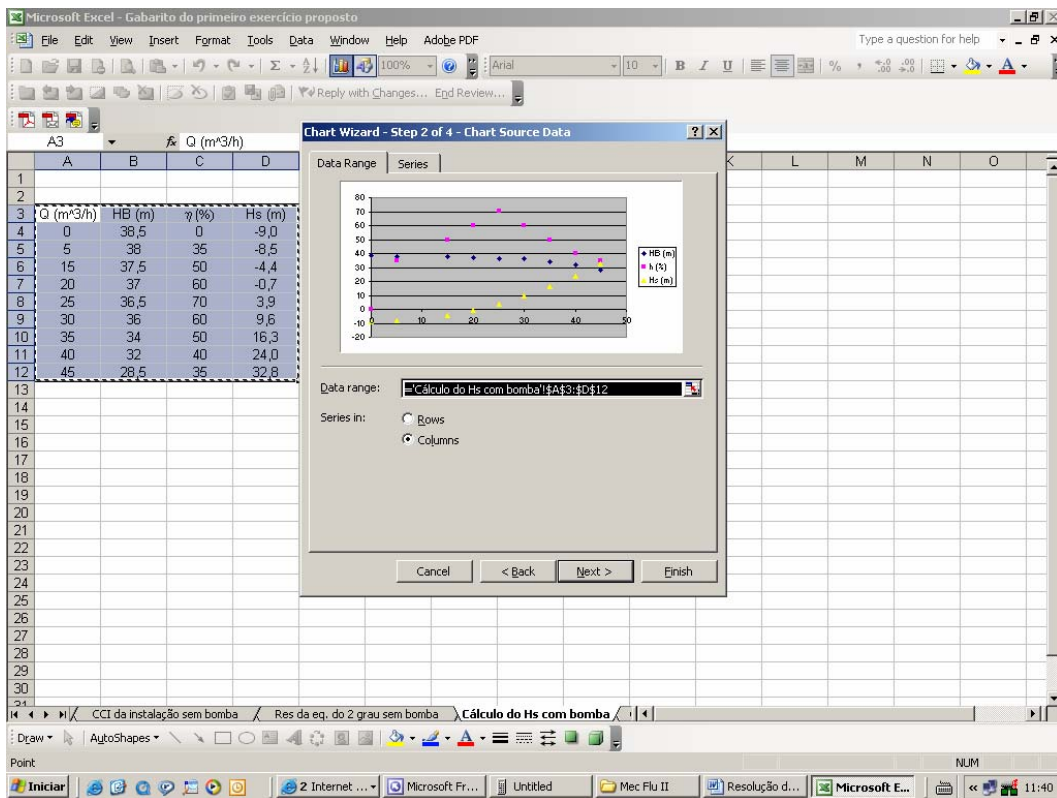

Figura 20
2. Clica-se novamente em “**Avançar**” (Figura 20)